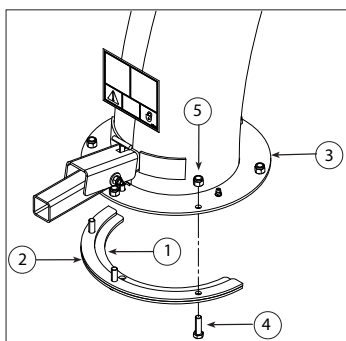

Figura 2.4, Montaje del tubo de descarga
1. Coloque un anillo de fijación (1) y un anillo de intermediario (2) a la base del tubo de descarga (3) con tres pernos (4) de 3/8 x 1 1/4 pulg. (10 mm x 32 mm) y tuercas con cubierta de nylon (5). Apriete dejando un espacio libre de 1/16 pulg. (2 mm) para ayudar en el montaje a la brida. Ver Figura 2.4